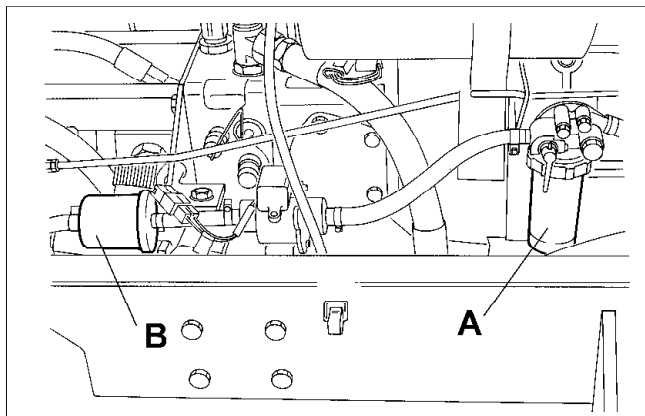

Fig.38
- Skru låseringen af, fjern filterelementet (A Fig. 38), og smid det væk.
- Frigør spændebåndene på hver side af filtret (B Fig. 38), og fjern brændstofrørene.
- Skruva loss låsringen och ta ut filterelementet (A fig 38) och kassera det.
- Lossa på fastspänningsbanden på vardera sidan om filtret i bränsleledningen (B fig. 38) och sätt tillbaka bränslerören.